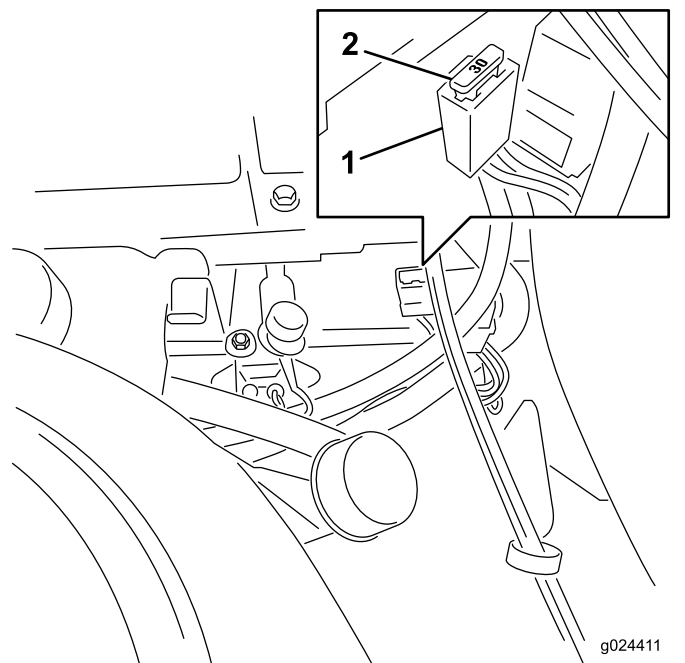

Figure 45
Remarque: Les fusibles sont situés sur la console droite, près du siège (Figure 45).
1. Pour remplacer le fusible principal, tirez-le en ligne droite hors du porte-fusibles (Figure 45).
| 4. Placez un fusible devant la fente du porte-fusibles (Figure 45). |
5. Poussez le fusible dans le porte-fusibles jusqu'à ce qu'il soit complètement engagé (Figure 45).